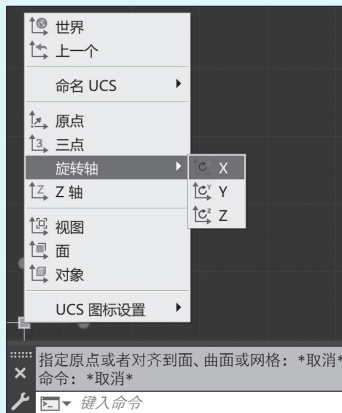

图 1-19 选择绕 X 轴旋转
(1) 在 AutoCAD 绘图区选择用户坐标系，右击，在弹出的快捷菜单中选择“旋转轴”选项，之后选择 X、Y 或 Z（表示绕哪个轴旋转），这里选择绕 X 轴旋转，即选择 X，如图 1-19 所示。